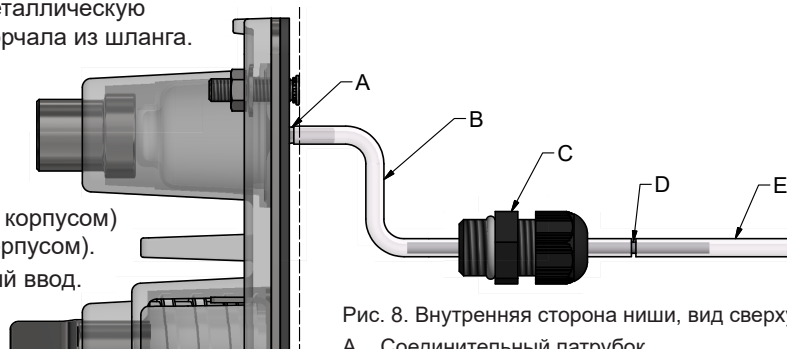

Рис. 8. Внутренняя сторона ниши, вид сверху.
1. Немного обрежьте входящий в комплект шланг до детали 1 пускового шланга (В), внутренняя деталь, см. рисунок 8. *Имейте в виду, что длина шланга должна учитывать будущую возможность обслуживания, связанного с необходимостью понизить уровень воды в бассейне.*
3. Наденьте другой конец пускового шланга на металлическую трубку (D) так, чтобы примерно треть трубки торчала из шланга.